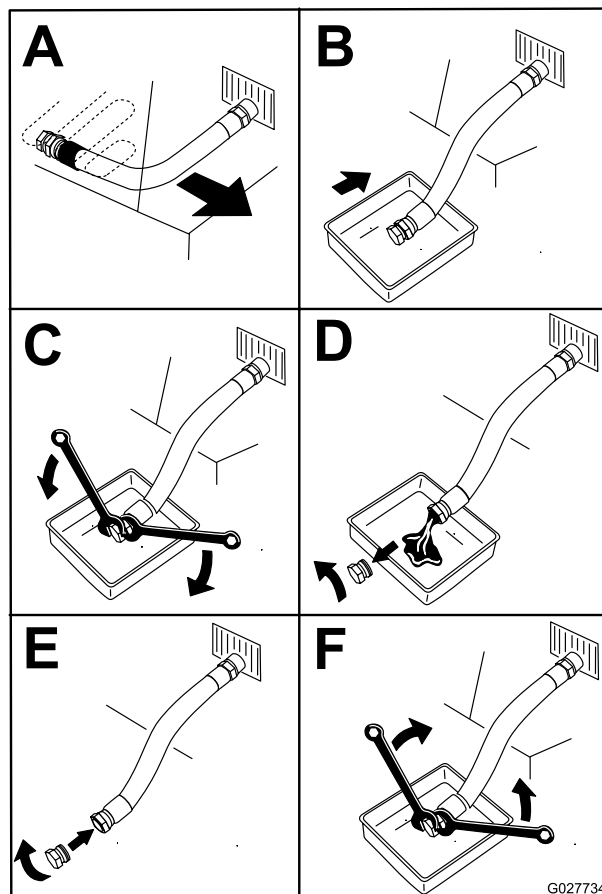

Figura 46
5. Scurgei uleiul din motor (Figura 46).